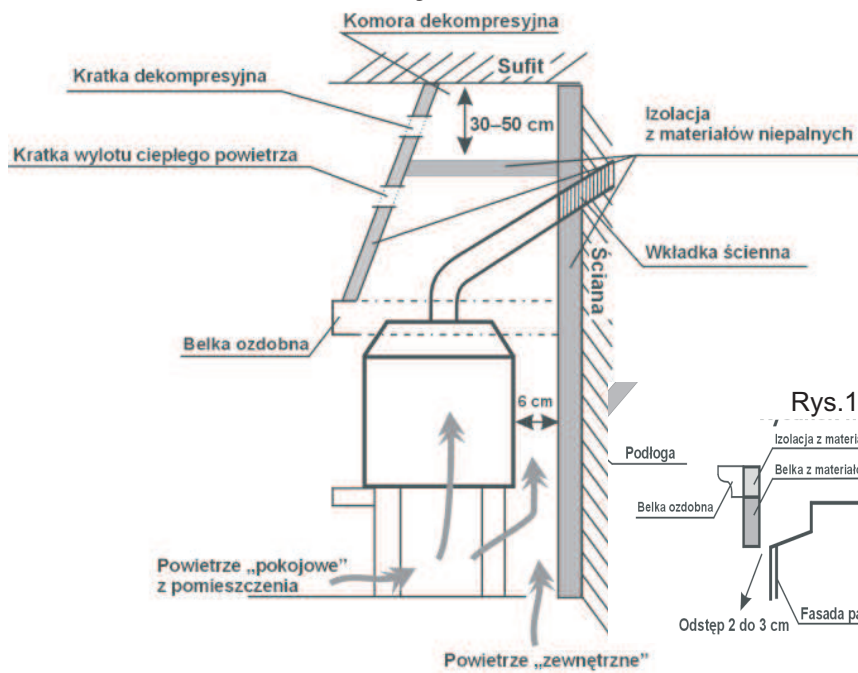

Rys. 10
- zapewniał swobodny przepływ powietrza do konwekcji (min. 6 cm z każdej strony) patrz rys.10.